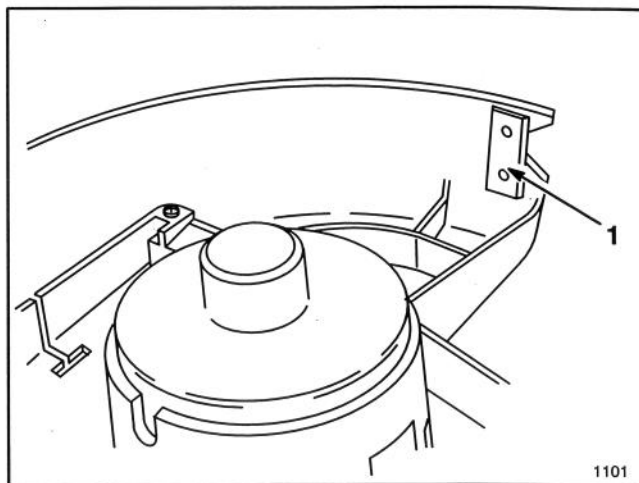

Figure 9
1. Vis autotaraudeuse (2)
3. Retirer la bande adhésive de la lame de coupe sur le pare-herbe (Fig. 9).